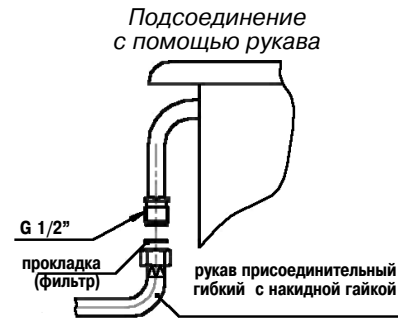

Рис.3 Подсоединение гибким газовым шлангом с накидной гайкой
**Подсоединение гибкой металлизированной трубой или гибким присоединительным шлангом с накидной гайкой (рис. 3).**
Гибкая металлизированная труба подсоединяется к тому же выводу с наружной резьбой G1/2". Используйте только трубы и прокладки, соответствующие национальным стандартам. Полная длина трубы не должна превышать 2000мм. После подсоединения удостоверьтесь, что труба не касается движущихся предметов и не пережата. Подсоединение см. рис. 3.
Если плита имеет устройство автоматического контроля пламени горелок стола или духовки при подсоединении необходимо установить фильтр (входит в комплект поставки), как указано на рис. 3, 4.